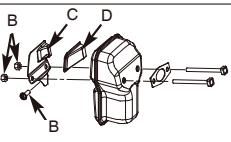

Fig. 17B
- Retirez les 2 vis qui maintiennent le capot (C). (Fig. 17B)
- Jetez l'écran pare-étincelles (D) usagé et remplacez-le par un neuf.